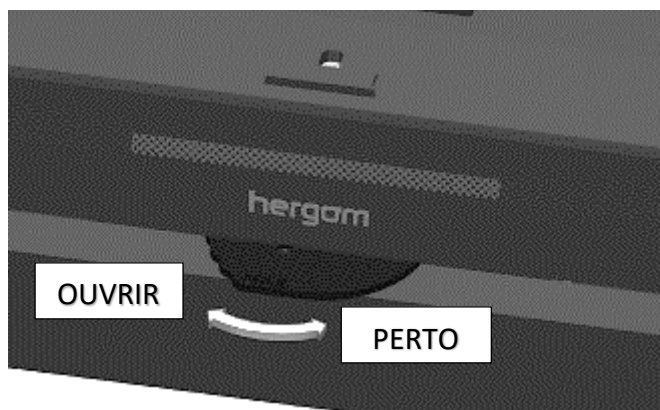

FIG. 7
- Deslocando a válvula de regulação da direita para a esquerda, há mais envio de ar para a combustão (FIG. 7).